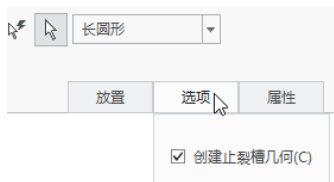

图 3-61 确保勾选“创建止裂槽几何”复选框
(4) 在“拐角止裂槽”选项卡中打开“选项”面板, 确保勾选“创建止裂槽几何”复选框, 如图 3-61 所示。